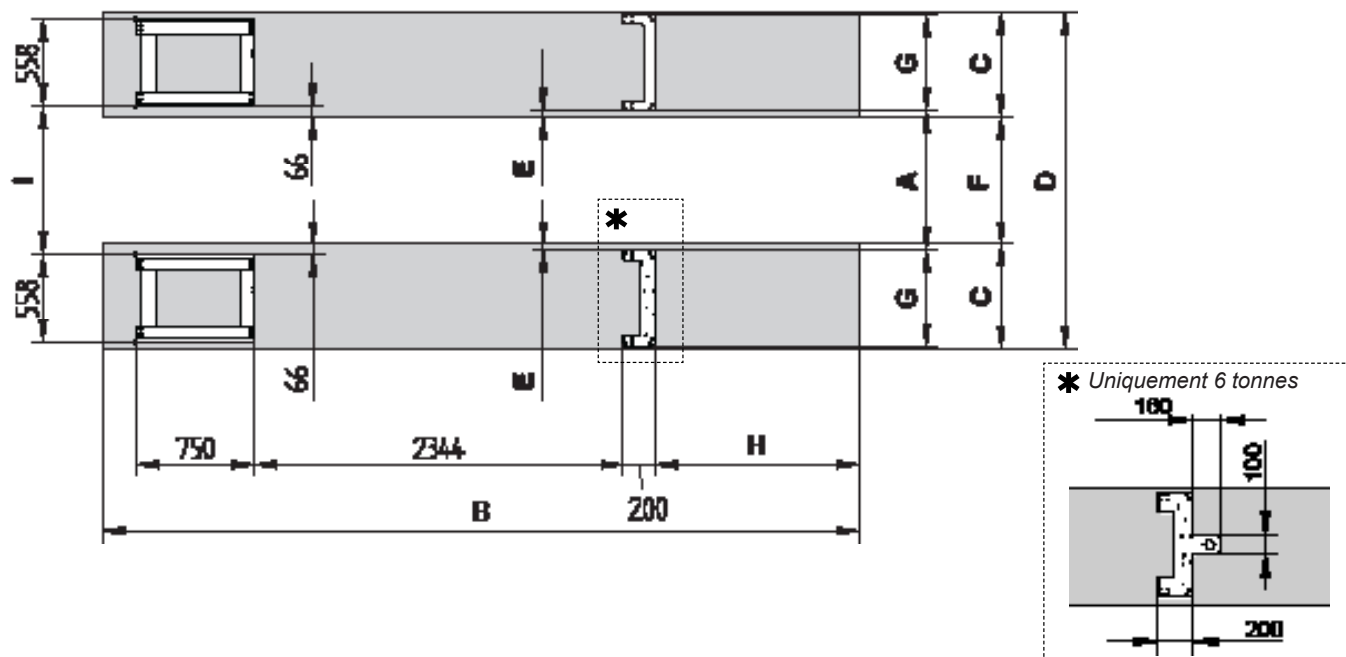

Fig. 1
- Vérifier que les chemins de roulement sont parallèles, d'équerre et que la distance intérieure des bords de guidage de la traverse est égale à la **dimension A** (fig. 1) : si cela n'était pas le cas, intervenir de manière appropriée sur les bases en maintenant leur alignement et leur distance longitudinale.
- Amener les chemins de roulement au sol et contrôler à nouveau la **dimension A** (fig.1).